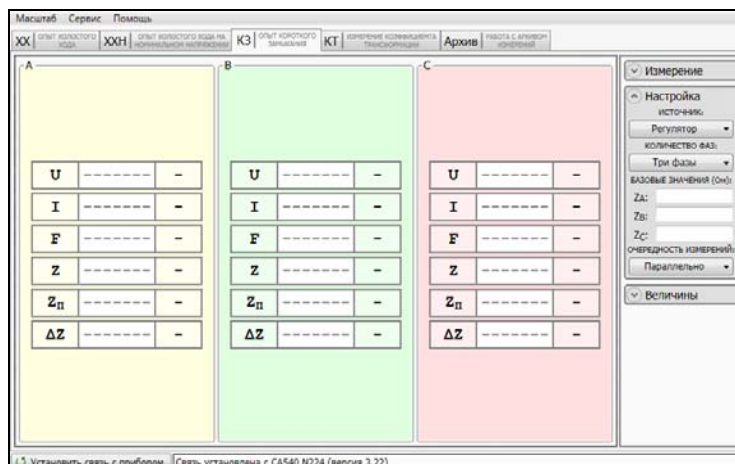

Рисунок 7.21
4) Перейти на вкладку  опыт короткого замыкания, для чего щелкнуть по ней. Развернуть поле "Настройка" (рисунок 7.21), щелкнув по кнопке  Настройка.
5) Выбрать вариант источника питания, для чего в подразделе "Источник:" в поле "Настройка" (рисунок 7.21) раскрыть выпадающий список и выбрать из него "Внешний" (при использовании регулируемого источника) или "Регулятор" (при использовании источника с плавной регулировкой напряжения).
7) Ввести базовые значения сопротивления короткого замыкания Z_A , Z_B , Z_C (для однофазного трансформатора – Z_A) или значения, полученные при проведении предыдущего опыта короткого замыкания (далее – КЗ), для чего, предварительно щелкнув в соответствующей строке поля "Базовые значения, Ом" (рисунок 7.21), ввести значения с помощью клавиатуры.
новременно для всех фаз), для чего щелкнуть по кнопке в подразделе "Очередность измерений" в поле "Настройка" и из выпадающего списка выбрать нужный вариант (рисунок 7.21).
9) Свернуть поле "Настройка", для чего щелкнуть по кнопке  Настройка (рисунок 7.21).